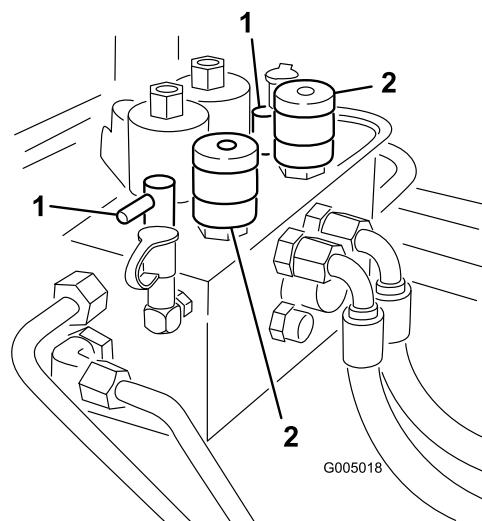

Figura 78
3. Individuate le manopole di selezione della velocità dei cilindri e le manopole di lappatura (Figura 78). Girate in posizione di lappatura la manopola (o manopole) di lappatura pertinente,